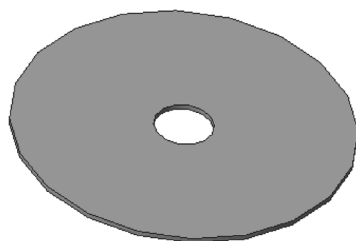

图 13-8 创建平面壁
STEP 08 单击“完成”按钮 , 即可创建平面壁, 效果如图 13-8 所示。